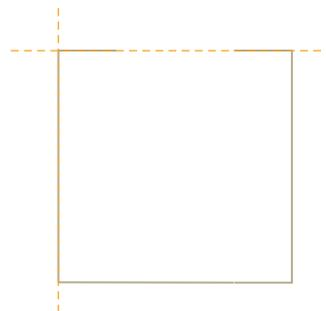

Abb. 14: Erstes Feld mit Hilfslinien.
- ❷ Achten Sie sorgfältig darauf, das erste Feld korrekt und rechtwinklig zu verlegen, da dies für das Verlegen der übrigen Dielen und das endgültige Ergebnis entscheidend ist. Verwenden Sie Hilfslinien, um die Richtung zu halten, da sich kleine Ungenauigkeiten auf den übrigen Boden auswirken. Siehe Abb. 14.